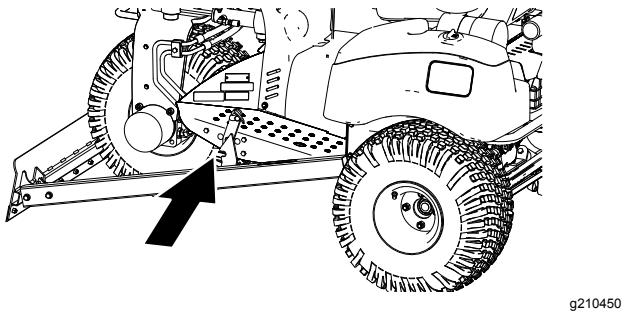

**Figura 15**
14. Fissate il pedale di bloccaggio alla pedana e alla piastra della boccola con una rondella piana ( $\frac{5}{8}$ " x 1") e un dado di bloccaggio ( $\frac{5}{8}Figura 15.$